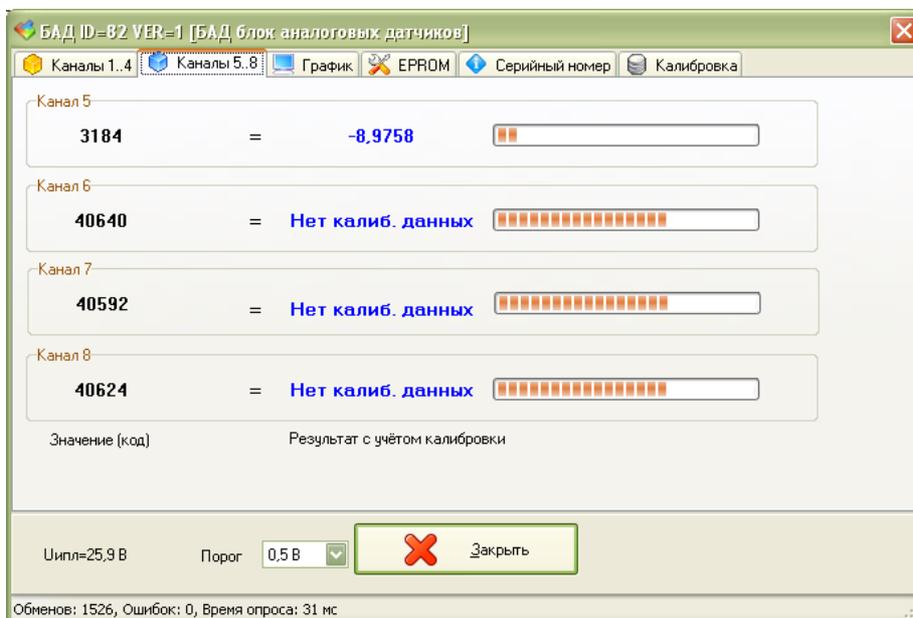

Рисунок 10 - Считывание значения кода АЦП
3) На вход калибруемого измерительного канала СН4 (разъем Х3) проверяемого блока вместо первичного преобразователя, соблюдая полярность, последовательно подать постоянное электрическое напряжение -10,000 В, +0,000 В, +10,000 В от калибратора напряжения. Зафиксировать для каждой контрольной точки напряжения соответствующее установившееся значение кода АЦП, измеренное блоком БАД-8, по показаниям программы RASOS на мониторе ПЭВМ на вкладке «Каналы 5...8» (рисунок 10).
3) В открывшемся окне установить значение «Порог» равным 0,5 В и проверить отсутствие ошибок обмена мастер-устройства и БАД-8 в строке состояния в поле «Ошибок» на интервале наблюдения не менее 1000 обменов (рисунок 10). При наличии ошибок следует установить значение порога 1,0 В или 1,5 В для устранения приема с информационной посылки ошибками.
Подсоединить БАД-8 и устройства в соответствии с рисунком 7. В программе RASOS проверить отсутствие ошибок обмена с мастер-устройством системы в строке состояния в поле «Ошибок» на интервале наблюдения не менее 1000 обменов (рисунок 10). При обнаружении несоответствия БАД-8 заданным требованиям необходимо произвести подстройку порога приема ИПЛ как в блоке так и в мастер-устройстве системы.
Подключить БАД-8 в соответствии с рисунком 7. Проверку работоспособности контроля напряжения питания проводят сличением показаний сервисной программы RASOS «UИПЛ» (рисунок 10) и образцового вольтметра постоянного напряжения кл.2,5, который подключен к контактам 1 и 2 разъема XT1. Показания RASOS должны отличаться не более чем на  $\pm 2$  В.